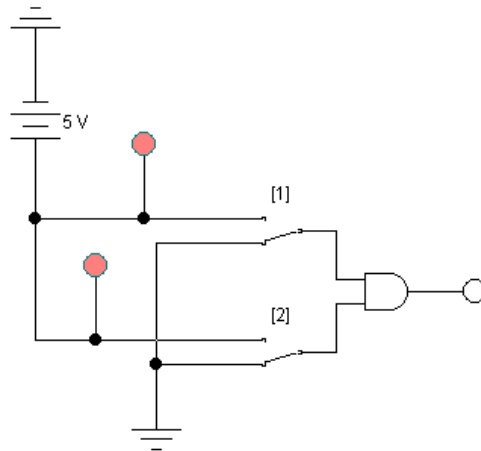

Рис. 42 – Дослідження логічної функції «І».
- а) Зберіть схему, наведену на рис. 42.